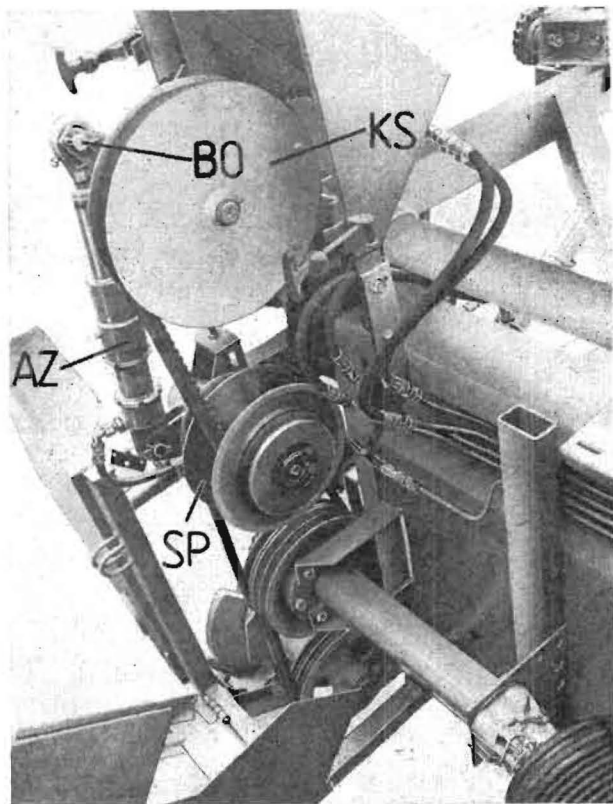

Bild 6/7
Der Rücken des Keilriemens befindet sich dabei am Außendurchmesser der Spreizscheibe (SP) (Bild 6/7).
- Vom oberen Ende des Arbeitszylinders (AZ) ist der Bolzen (BO) zu lösen. Danach läßt sich der Schwenkarm mit der Keilriemenscheibe (KS) nach unten bis in die Nähe der Spreizscheibe (SP) schwenken, so daß sich der Keilriemen leicht abnehmen läßt.